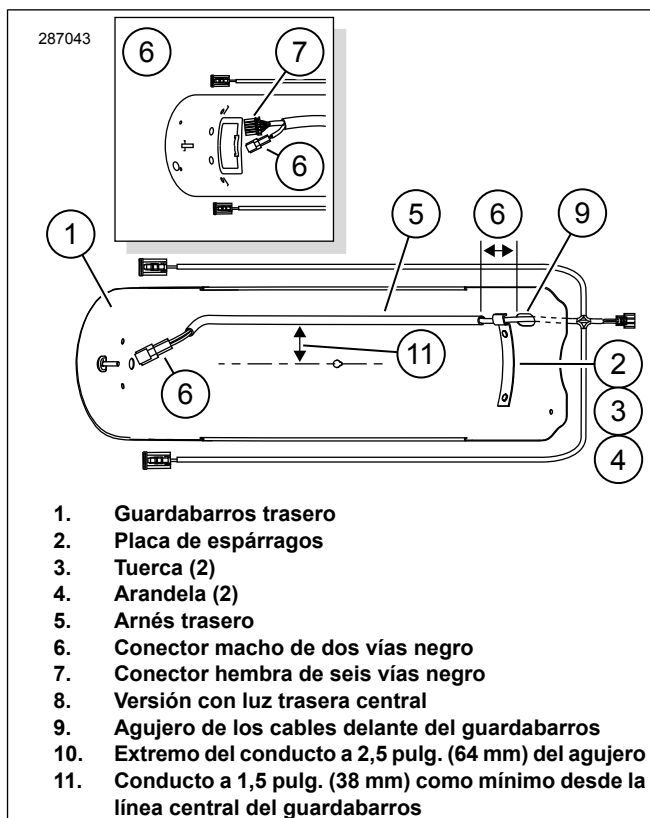

Figura 2. Instale el arnés del guardabarros trasero
1. Vea la Figura 2. Limpie la parte inferior del guardabarros (1) a lo largo de la trayectoria de montaje del arnés como se muestra con una mezcla del 50 por ciento de alcohol isopropílico y el 50 por ciento de agua destilada. Deje secar completamente. No utilice disolventes o sustancias químicas fuertes que dañen las superficies pintadas.